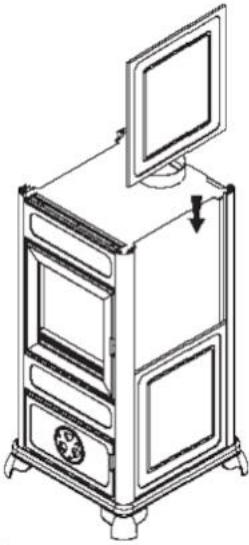

fig. 5
- Die Keramikfliesen von oben nach unten einführen, Abb. 5